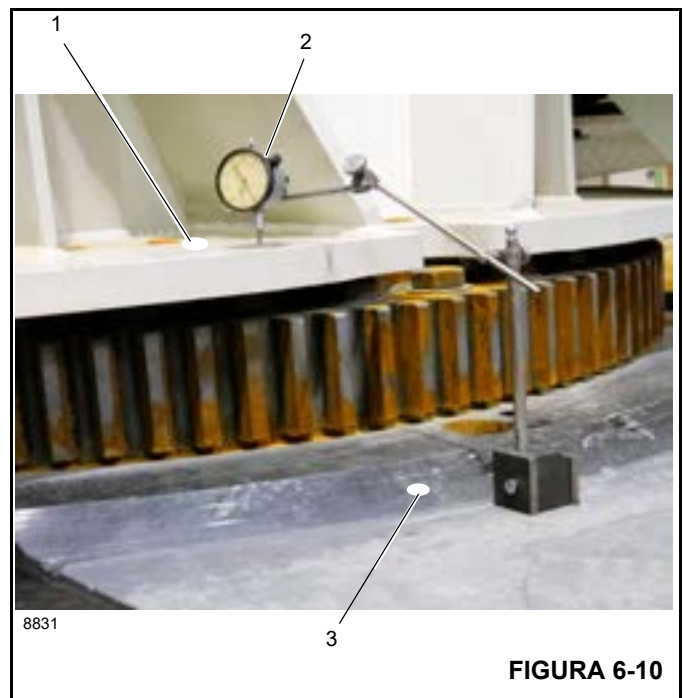

FIGURA 6-10
2. Coloque un indicador de cuadrante (2, Figura 6-10) en el lado opuesto al de la pluma, en el bastidor de la caja de torsión (3).
3. Coloque el cuadrante encima de la placa del cojinete de torreta (1, Figura 6-10).